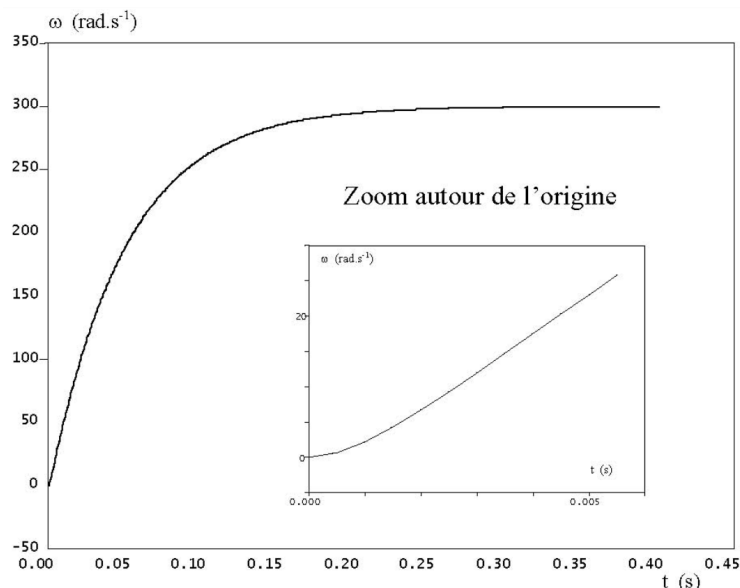

Figure 3 – Réponse indicielle
La réponse indicielle est donnée sur la figure 3 :
**Question 5 :** D'après la figure 3, quelle est la valeur de la tangente à l'origine de cette courbe ?
**Question 6 :** D'après la figure 3, quelle est la valeur de l'asymptote de cette courbe en  $+\infty$  ?
**Question 10 :** Après avoir rappelé la définition du temps de réponse à 5% d'un système asservi, trouver la valeur numérique de ce temps de réponse pour le moteur étudié à l'aide de la figure 3.